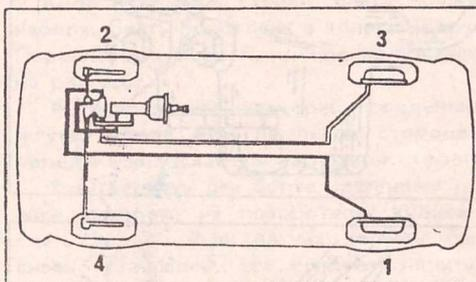

Рис. 260.
Если отсоединялся только один колесный цилиндр или суппорт, может оказаться достаточным удалить воздух только из соответствующего контура. На рис. 260 показано соединение тормозных трубопроводов с тормозами, откуда можно выяснить из какого контура следует удалить воздух. В противном случае воздух удаляется в порядке указанных на рисунке номеров.
- Удалить воздух из заднего суппорта (1) на рис. 260 и после этого открыть вентиль клапана задержки. Так как имеются два вентилей необходимо проследить трассу тормозного трубопровода от заднего колеса и открыть нужный вентиль.
- Удалить воздух из переднего суппорта (2) на рис. 260 и после этого открыть вентиль у гидравлического блока управле-
- Открыть вентиль заднего суппорта (3) на рис. 260 и открыть внутренний вентиль у клапана задержки.
- Открыть вентиль переднего суппорта (4) на рис. 260 и вентиль гидравлического